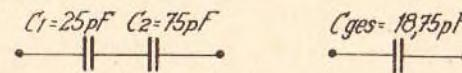

Abb. 140
**Beispiel 3:** Zwei Kondensatoren  $C_1 = 25 \text{ pF}$  und  $C_2 = 75 \text{ pF}$  sind hintereinander geschaltet (Abb. 140). Wie groß ist die Gesamtkapazität dieser Schaltung?